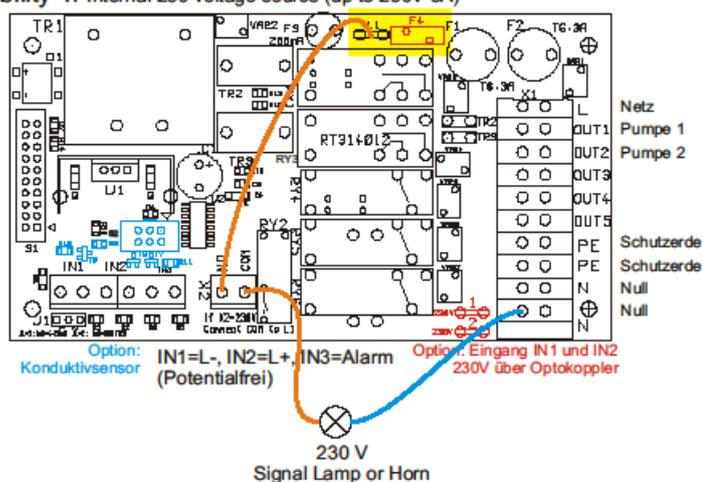

Fig 3
5. Flotteur 3 (fig 3 numéro 14, IN3 bornes 5 et 6)
Le pilotage est équipé d'un relais d'alarme qui branche en cas d'alarme. Il s'agit d'un contact hors tension (voir fig 3 - connections X22).